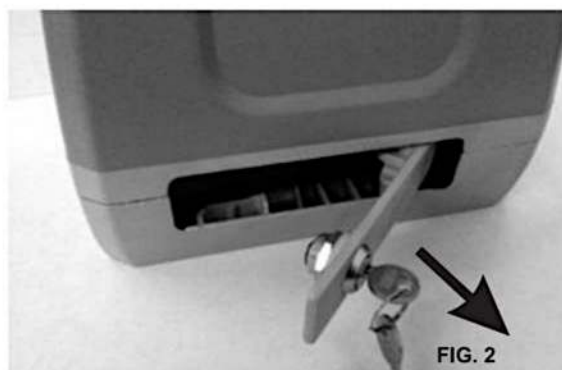

FIG. 2
- 2- girar la llave en sentido horario de 90° y desbloquear la leva ( fig.2)